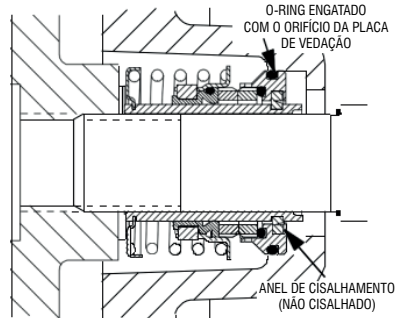

Figura 5. Selo parcialmente instalado
no eixo até que o o-ring da sede fixa externa engate no orifício na placa de vedação. Limpe e inspecione o rotor conforme descrito em Instalação e ajuste do rotor. Instale o conjunto completo de calços do rotor (39) fornecidos com o selo e aparafuse o rotor no eixo até que ele se assente contra o selo (consulte a Figura 5).